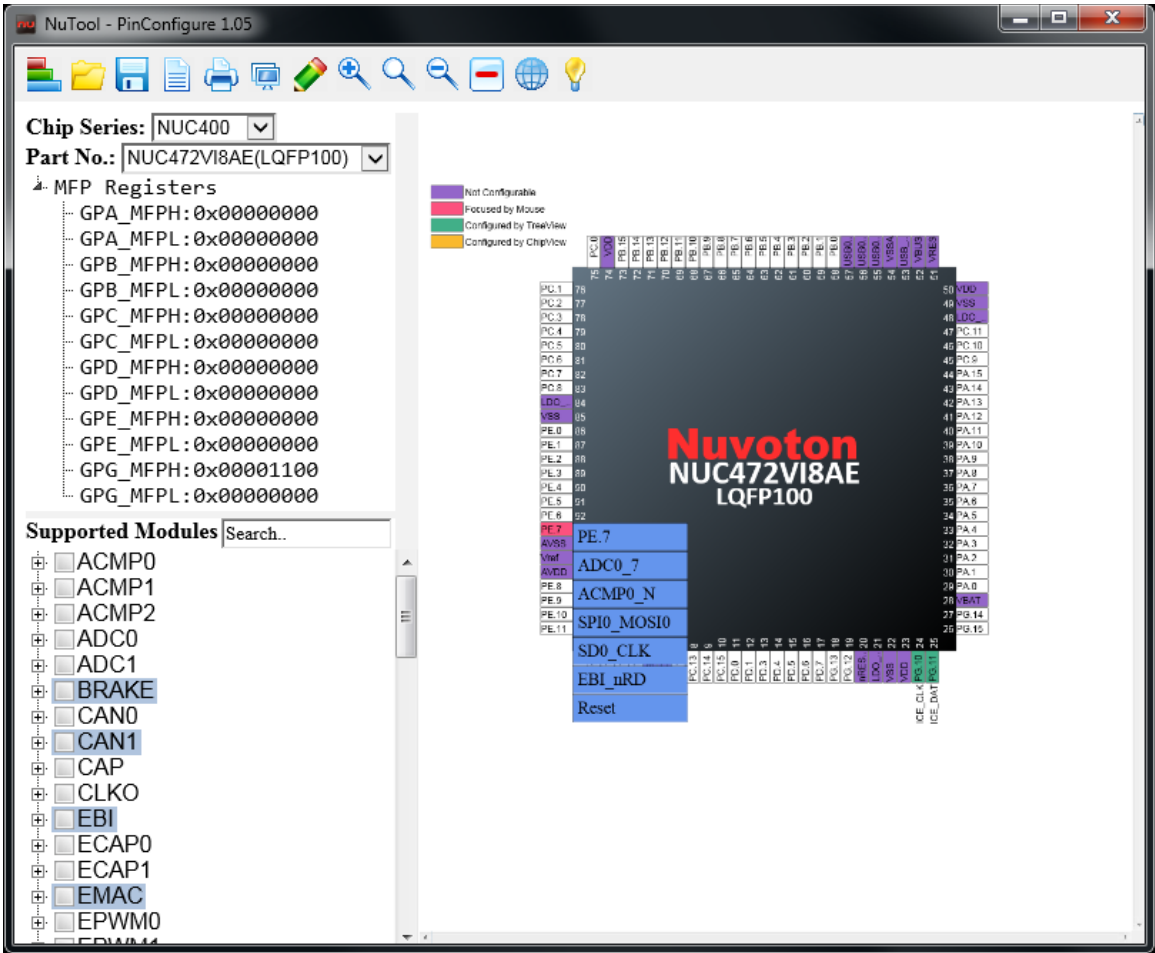

图 3-8 多功能管脚的选项
1. 将鼠标移动到预期的管脚上，并点击鼠标左键。接着在管脚附近将显示出多功能管脚的选项(参照图 3-8)。